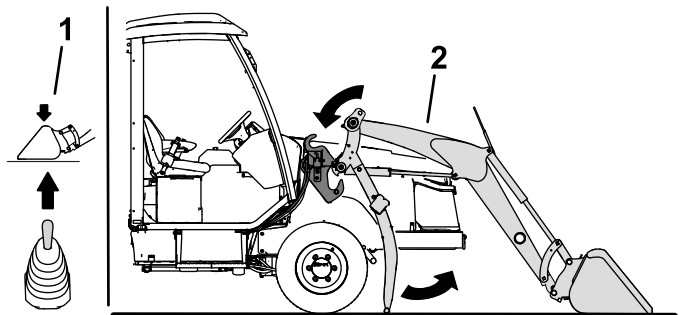

Figura 53
6. Arranque el motor y utilice el joystick de la cargadora para bajar los brazos de carga e introducirlos en los soportes del bastidor de la cargadora (**Figura 53**).